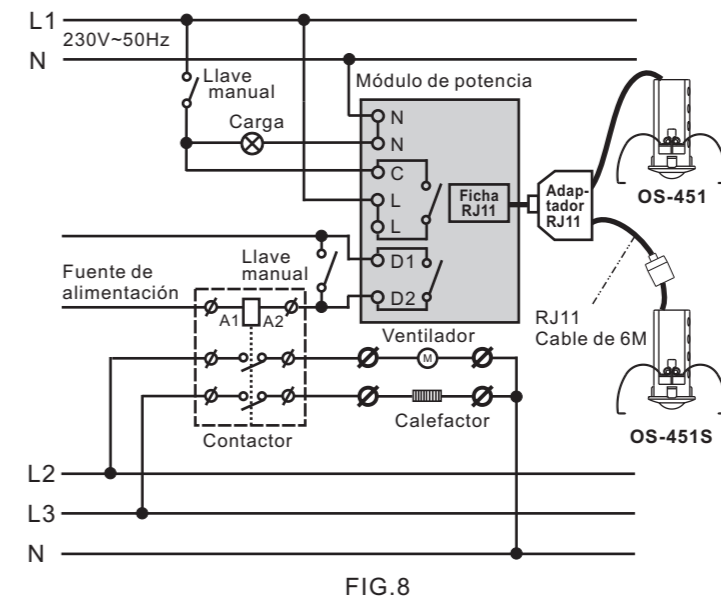
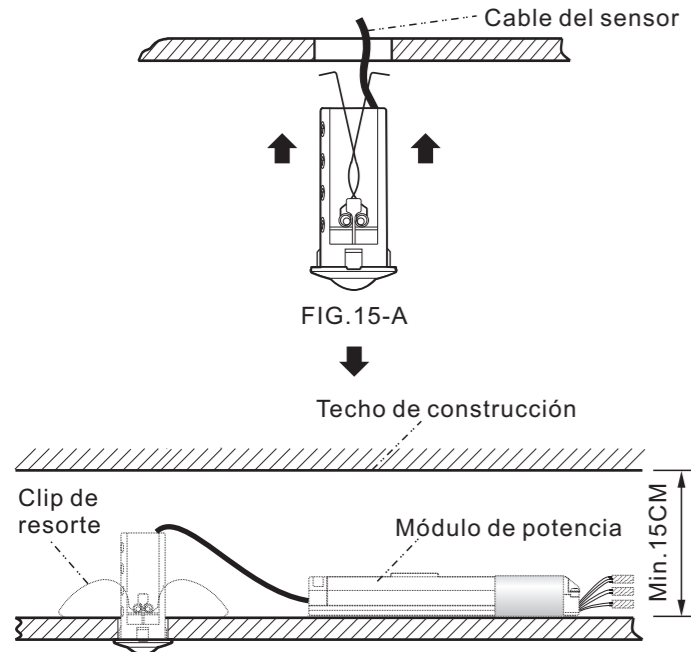
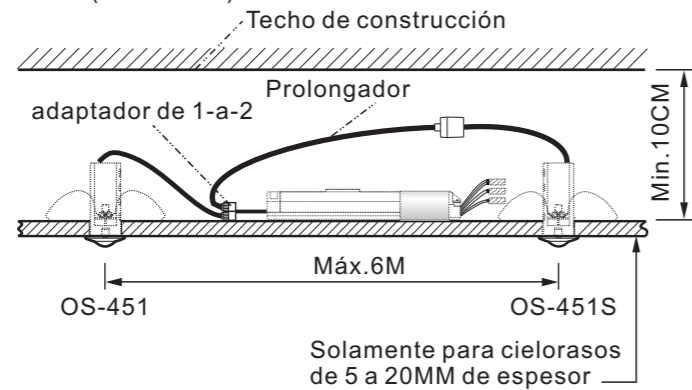

FIG.8
FIG. 15-B
FIG. 16
3.5.1.2 OS-451 y OS-451S conectados al mismo módulo de potencia (Ver FIG.8).
Por favor asegúrese que la distancia entre el cieloraso y el techo de construcción sea de al menos 15CM cuando utilice el prolongador y de 10CM cuando utilice el adaptador de 1-a-2, el grosor del cieloraso debe ser de entre 5 y 20MM (Ver FIG.14-B, FIG.15-B y FIG.16).
3.6.1.5 Pasar los dos clips del sensor por el orificio del cieloraso, luego insertar el sensor hacia arriba (Ver FIG. 15-A y FIG. 15-B).
3.6.2.2 Para instalar el OS-451 y el OS-451S en el mismo panel del cieloraso con el adaptador de 1-a-2 se debe utilizar el prolongador, por lo tanto la distancia máxima entre los sensores debe ser de 6M. Refiérase a los diagramas eléctricos para la conexión (Ver FIG. 8) para conectar el OS-451S y el OS-451 en paralelo en el mismo módulo de potencia (Ver FIG. 16).